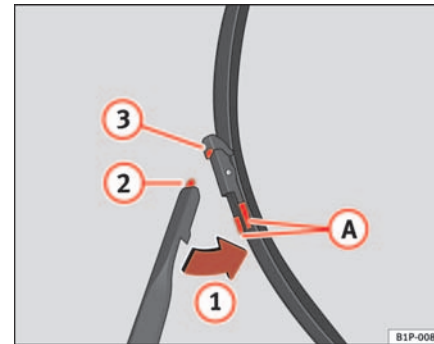

Abb. 148 Scheibenwischerblätter vorne auswechseln
- Drücken Sie auf die Sperrtasten **A** und nehmen Sie das Wischerblatt in Richtung Pfeil **1** ⇒ Abb. 148 heraus. ▶